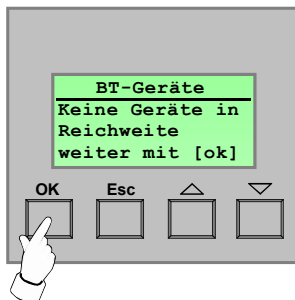

Bild 12: Keine BT-Geräte gefunden
9. Wenn während des Suchvorgangs kein Bluetooth-Endgerät gefunden werden konnte, erscheint die Meldung "Keine Geräte in Reichweite" (vgl. Bild 12).